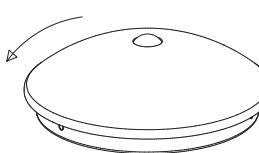

Figura 1
- Retire la cubierta de plástico girando en sentido contrario a las agujas del reloj. (Consulte la figura 1).